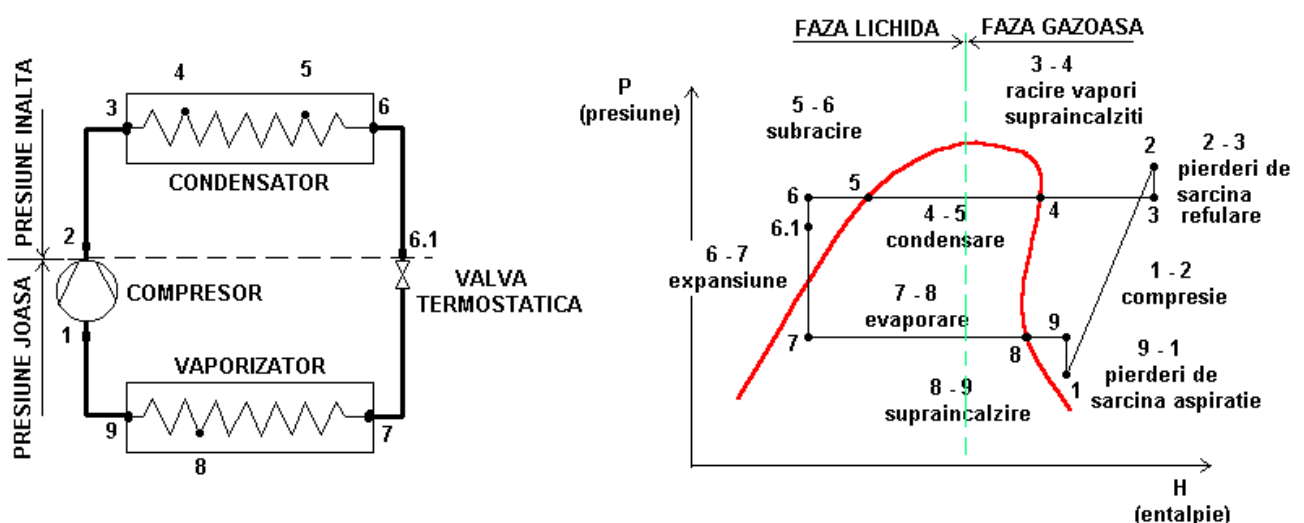

Fig. 4
Dar, dupa cum se vede in diagrama din fig. 4 :
Din diagrama presiune / entalpie (Fig. 4) , raportandu-ne la aceleasi puncte si tinand cont si de randamentul compresorului, vom obtine:
a.- cu recuperare partiala, de circa 20 - 30% din totalul puterii frigorifice. In acest caz se recupereaza caldura cedata in timpul fazei de racire a vaporilor supraincalziti in condensator (faza 3-4 din diagrama presiune / entalpie – v. fig.4). Se recupereaza exclusiv caldura sensibila.